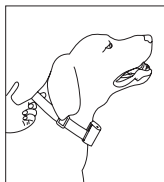

Fig. 3
- » Deje siempre un espacio del ancho de un dedo debajo del cuello (Fig. 3).